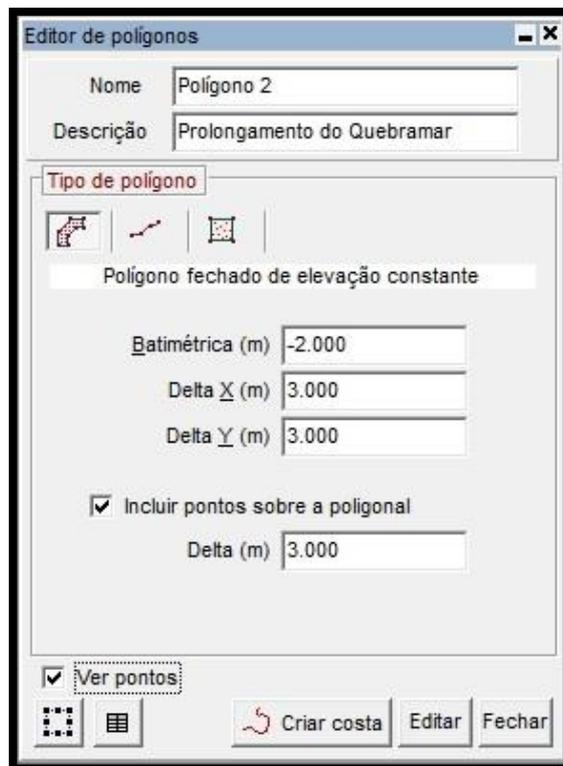

Figura 17 – Parâmetros a serem utilizados no “Editor de polígonos”.
- 63) Em seguida no editor de polígonos definir os parâmetros como representados a seguir para o polígono 2 criado (Figura 17);